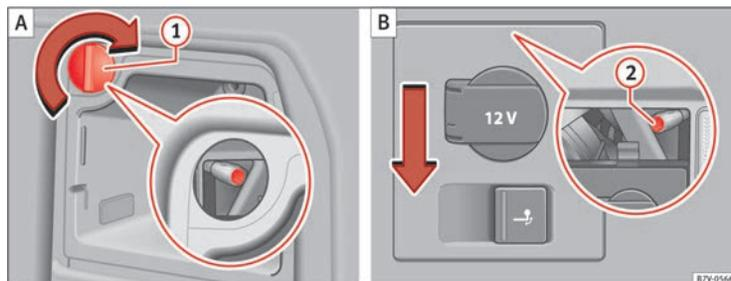

Fig. 213 Sur le côté du coffre : démonter les feux arrière gauche et droit. ① retirer le capuchon ; ② vis de fixation.
4.	Tournez le capuchon → fig. 213 ① de 90° dans le sens de la flèche et retirez-le.
5.	Desserrez la vis de fixation → fig. 213 ② avec le tournevis inclus dans l'outillage de bord → page 347. La vis restera assurée dans sa position.